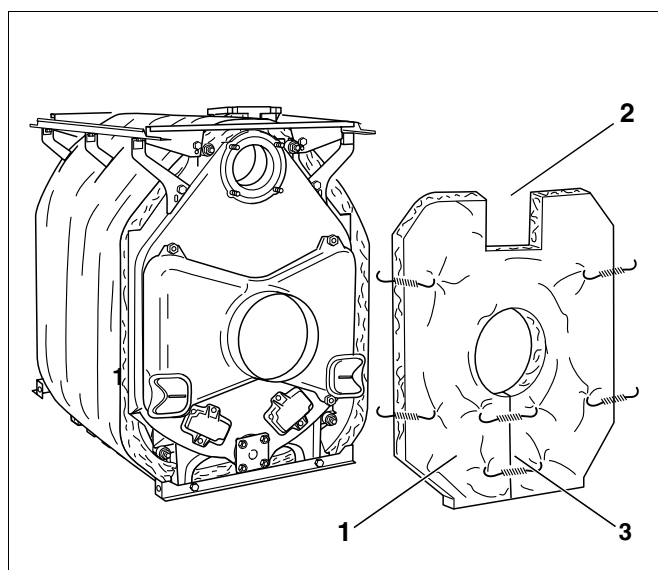

Fig. 46 Montering af isolering på bagelementet
- Skub isoleringen til bagelementet (fig. 46, **pos. 1**) ind over røggasstuds. Udskæringen til returstuds (fig. 46, **pos. 2**) skal vende opad.
- Luk åbningen under røggasstuds med en spændefjeder (fig. 46, **pos. 3**).